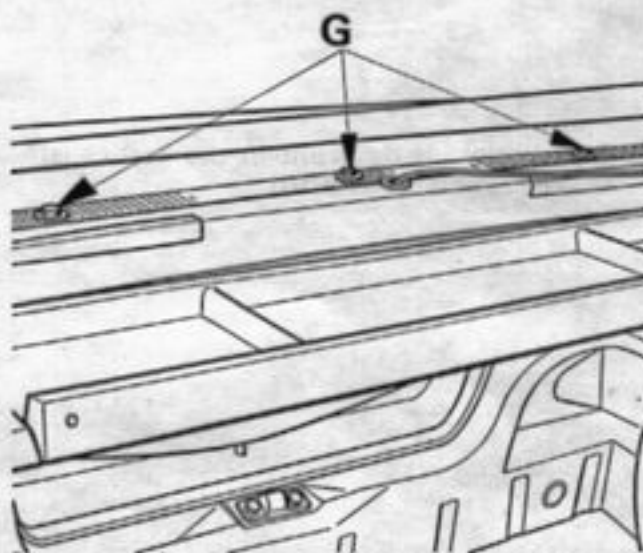

Figure 14
- Déposer les vis de fixation de membrure de lunette AR, (G, figure 14)